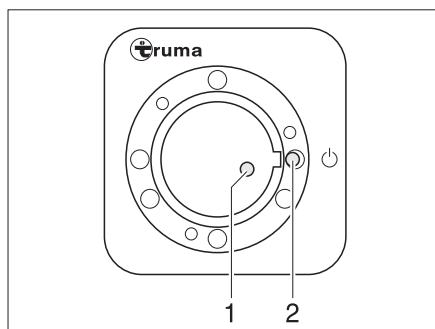
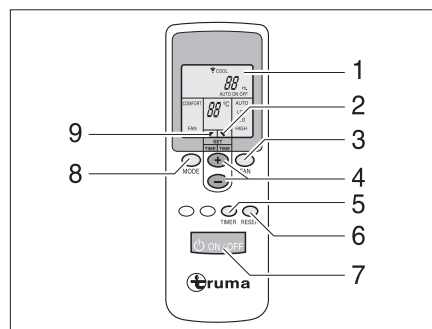

Fig. 191 Récepteur
Fig. 192 Télécommande
La télécommande (Fig. 192) et le récepteur (Fig. 191) pour la climatisation se trouvent dans le coin cuisine.
- Mettre en marche la télécommande à l'aide de l'interrupteur (Fig. 192,7). Le voyant de contrôle vert (Fig. 191,1) indique le mode de refroidissement.
- Régler le mode de fonctionnement souhaité à l'aide de la touche (Fig. 192,8).
- Régler si nécessaire la puissance de ventilation et la température de la pièce souhaitées à l'aide des touches (Fig. 192,3 et 4). La flèche (Fig. 192,9) indique le mode de réglage sélectionné.
- ▷ Sur le récepteur se trouve un interrupteur supplémentaire (Fig. 191,2) permettant de mettre en marche ou d'arrêter la climatisation sans télécommande. Lorsque la climatisation est mise en marche à l'aide de cet interrupteur, le mode de fonctionnement réglé sur la télécommande lors de la dernière utilisation est sélectionné automatiquement.
- Pour éteindre la climatisation, appuyer à nouveau sur la touche (Fig. 192,7) de la télécommande.
- Pour effectuer la programmation, allumer la climatisation à l'aide de la touche (Fig. 192,7) de la télécommande.
- Régler le mode de fonctionnement et la température de la pièce souhaités à l'aide des touches (Fig. 192,8, 3 et 4).
- Sélectionner à l'aide de la touche (Fig. 192,5) la fonction souhaitée (Fig. 192,1) :
- Sélectionner le temps de retard souhaité (de 1 à 15 heures) à l'aide des touches (Fig. 192,4). La flèche (Fig. 192,2) clignote et indique le mode de réglage.
- ▷ En appuyant sur la touche (Fig. 192,6), les réglages de la télécommande sont à nouveau envoyés au récepteur.